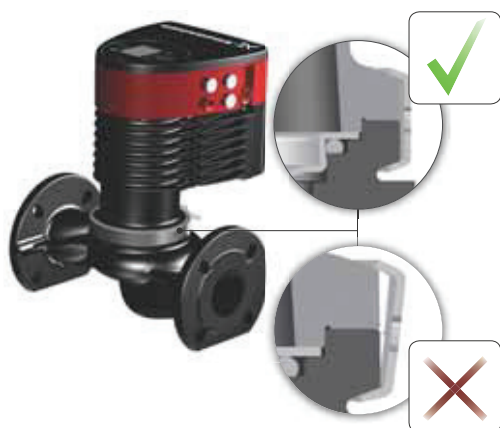

Fig. 10 Instalarea capului pompei la carcasa pompei
3. Asigurați-vă că suprafața de contact a carcasei pompei și cea a capului pompei sunt în contact înainte de strângerea brății. Vezi fig. 10.
! Verificați poziția brățării înainte de a o strânge. Poziția incorectă a brățării va cauza scurgeri din pompă cu deteriorarea pieselor hidraulice din capul pompei. Vezi fig. 10.